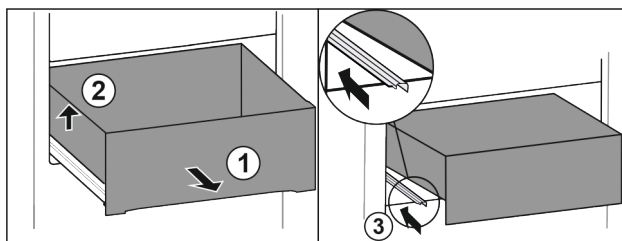

Fig. 77
- ▶ Вытяните выдвижной ящик до упора. Fig. 77 (1)
- ▶ Приподнимите выдвижной ящик слева. Fig. 77 (2)
- ▶ Вставьте левую направляющую. Fig. 77 (3)